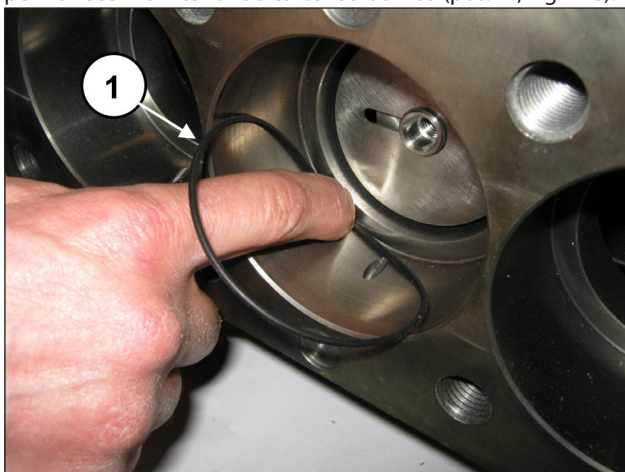

Fig. 176
Remova o O-ring do fundo do suporte do vedante, se não permanecer no interior do cárter da bomba (pos. ①, Fig. 176).